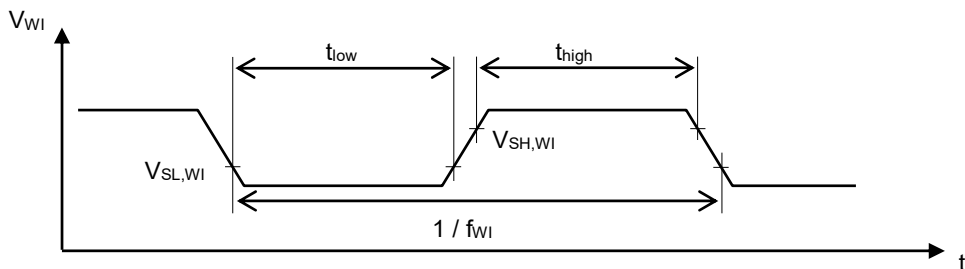

图5
*2. 将满足图5的条件的上升边缘输入到WI端子时，看门狗定时器检测出触发。
从看门狗定时器的监视对象输入的信号应满足图5的条件。